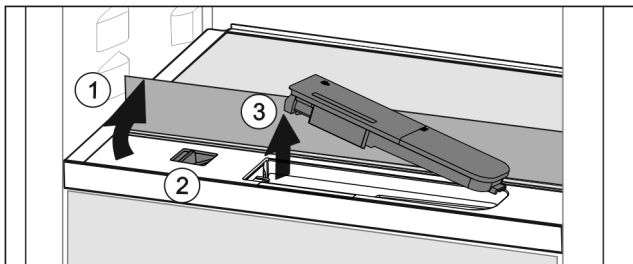

Fig. 45
- ▶ Soulever la tablette et la rabattre vers l'arrière jusqu'à la butée Fig. 45 (1).
- ▶ Pousser le curseur Fig. 45 (2) vers la gauche.
- ▶ Sortir le filtre à eau Fig. 45 (3).